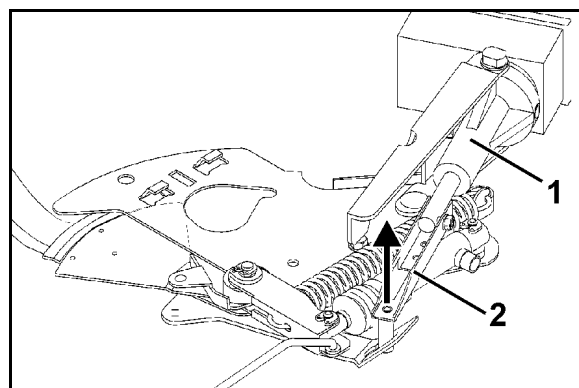

Fig. 14
4. Levantar o servomotor (Fig. 14/1) e desengatar a barra de impulsão (Fig. 14/2) da união de encaixe da corredeira de dosagem.